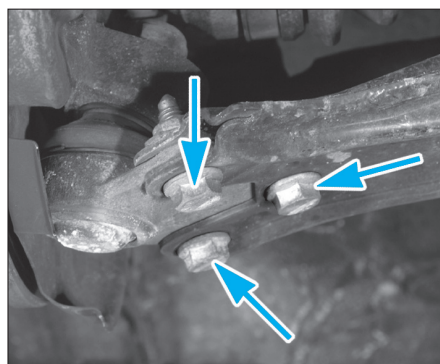

Fig. 2
- Repérer la position des vis de fixation de la rotule inférieure sur le pivot puis la déposer (Fig.2).